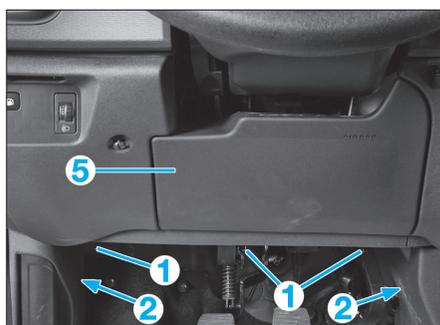

Fig. 6
- Déposer les clips (1) et les vis (2) (Fig.6).